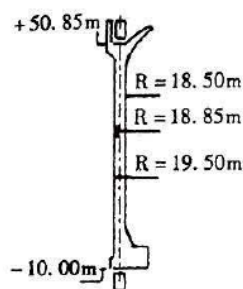

图 2 竖向钢束示意
(2)竖向系统:竖向系统钢束,采用外径 139.7mm 的刚性导管,穿 36T16 钢绞线,沿半径 18.85m 处铺设,铺设间距 820mm,共 144 根,每条长 66m(见图 2)。